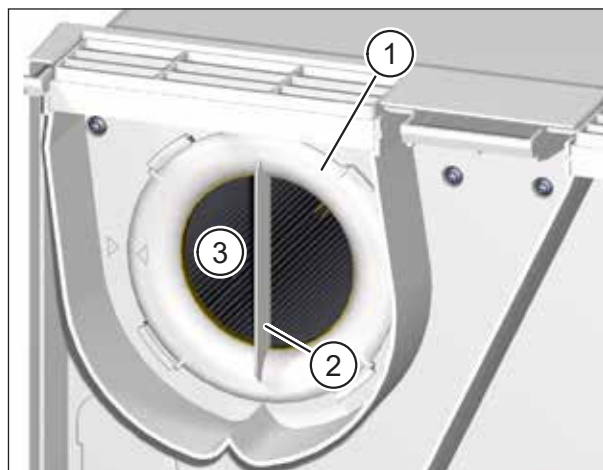

Abb. 16: Abluftfilter entfernen
- ▶ Drehen Sie den Filterring (Pos. 1 in Abb. 16) an der Griffleiste (Pos. 2 in Abb. 16) gegen den Uhrzeigersinn, bis sich der Filterring aus den Halterungen gelöst hat.
- ▶ Ziehen Sie den Filterring zusammen mit dem Abluftfilter (Pos. 3 in Abb. 16) aus dem Lüftungsgerät heraus.
- ▶ Kontrollieren Sie die Position des Filterrings. Die Griffleiste muss senkrecht stehen und der Pfeil auf dem Filterring muss mit dem Pfeil der Arretierposition fluchten (siehe Abb. 16 auf Seite 32).